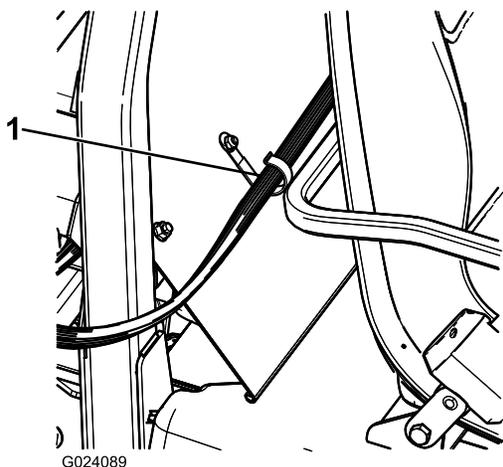

Рисунок 22
- Установите J-образный зажим позади сиденья пассажира (Рисунок 22) при помощи болта (¼ x ½ дюйма) и фланцевой гайки (¼ дюйма).
- Прикрепите жгут проводов управляющей консоли к консоли и крышке конструкции защиты при опрокидывании (ROPS) при помощи J-образных зажимов (Рисунок 22).